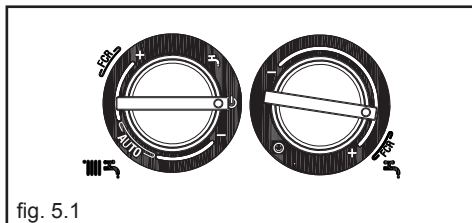

fig. 5.1
In caso di brevi assenze posizionare il selettore di funzione su  (OFF) (fig. 5.1). In questo modo lasciando attive l'alimentazione elettrica e l'alimentazione del combustibile, la caldaia è protetta dai sistemi:
In caso di assenze prolungate posizionare il selettore di funzione su  spento (OFF) (fig. 5.1).
- posizionare il selettore di funzione su  (OFF - fig. 5.1)